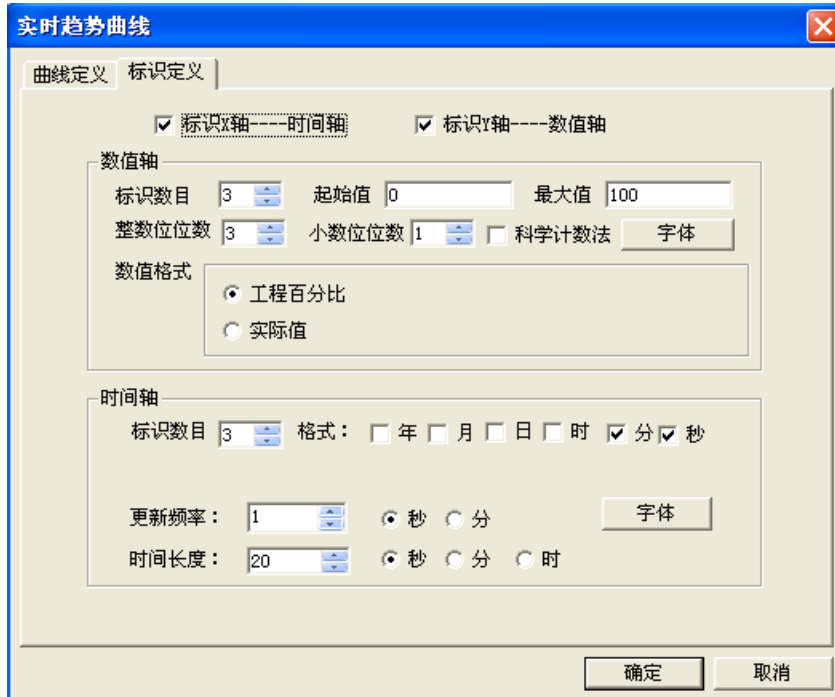

图 6-3
**标识定义属性页：**在此属性页中您可以设置数值轴和时间轴的显示风格。，如图 6-3 所示。